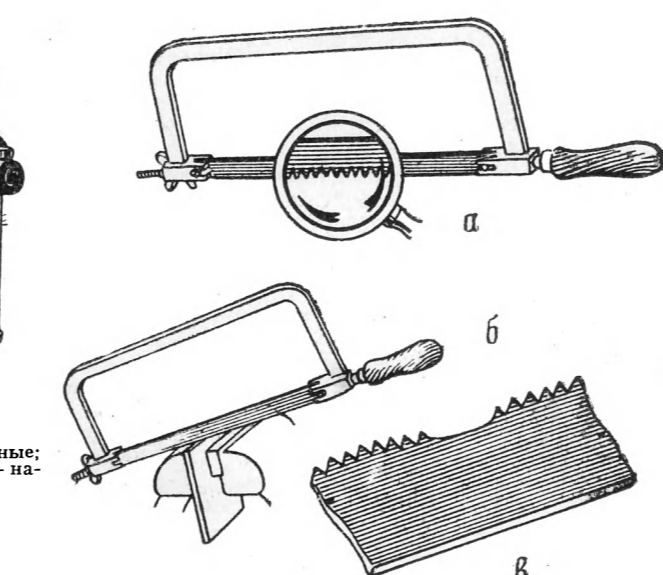

Рис. 7. Ножовка слесарная: а — общий вид; б — правильное закрепление материала при распиливании; в — исправление после поломки нескольких зубьев полотна
**Ножовка** (рис. 7, а) применяется для резки металлов. Ножовкой очень удобно вырезать детали различной формы и размеров. Ножовка состоит из станка, натяжного винта с барашком и ножевого полотна. В зависимости от твёрдости металла берут полотна с крупными, средними или мелкими зубьями.
При поломке одного или нескольких зубьев надо сточить полотно так, чтобы был плавный переход от поломанных зубьев к целым (рис. 7, в).